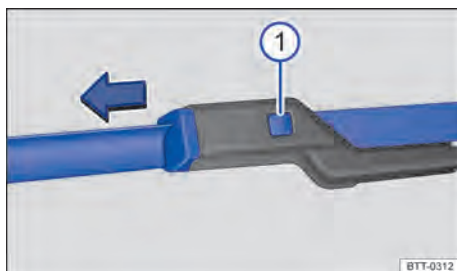

Fig. 162 Substituir as palhetas dos limpadores do para-brisa.
- Manter o botão de destravamento → Fig. 162 ❶ pressionado e, ao mesmo tempo, retirar a palheta do limpador do para-brisa no sentido da seta.